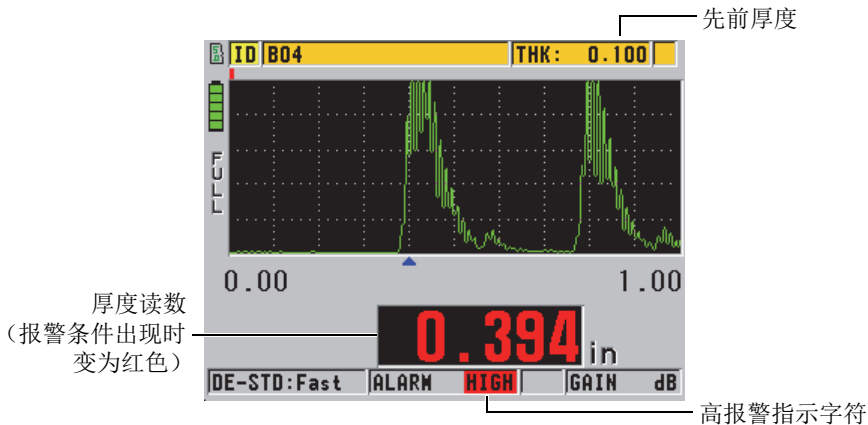

图 7-4 高报警指示字符示例（波形选项被激活时）
- 在测量屏幕的右下角，出现闪烁的 **HIGH**（高）或 **LOW**（低）报警指示字符，字符的背景为红色（参见第 126 页的图 7-4）。